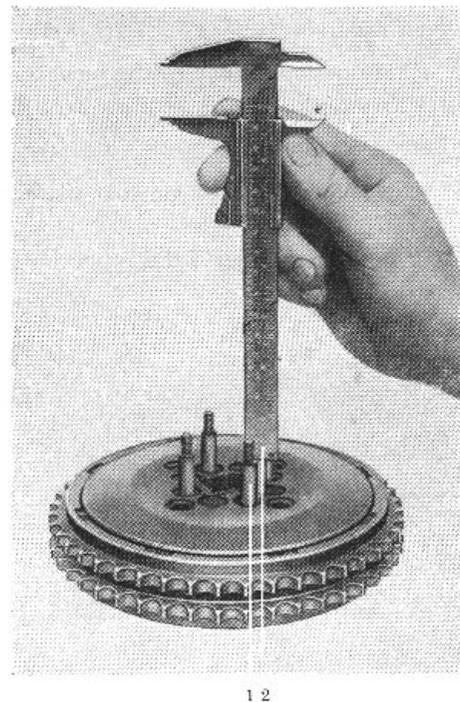

Bild M 102. Kupplung provisorisch zusammengesteckt
1. Kupplung provisorisch zusammenstecken und die Länge der Federbolzen prüfen. Das Maß von der Einsenkung in der Kupplungsscheibe bis zum Gewindeansatz (Bild M 102) muß 22 mm betragen. Hierbei sind  $\pm$ -Toleranzen bis zu einem Millimeter zulässig.